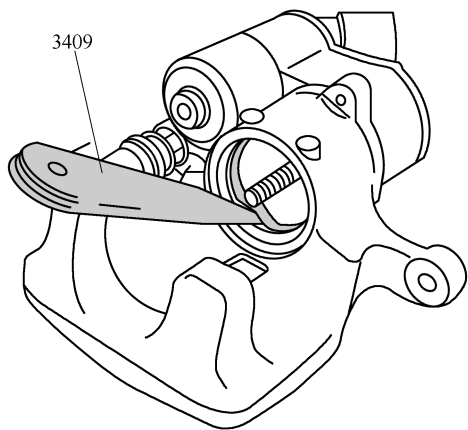

图 3-2-55 用拆卸楔 3409 将旧密封圈从制动钳中拆下
(2) 用拆卸楔 3409 将旧密封圈从制动钳中拆下，如图 3-2-55 所示。